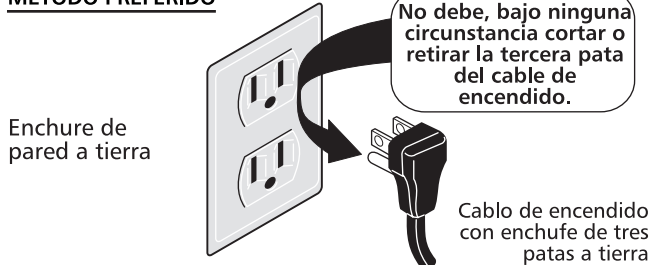

Figura 9
El cable de encendido de este artefacto incluye un enchufe de tres patas (a tierra) que calza con un enchufe de pared de tres patas de conexión a tierra (ver Figura 9) para disminuir la posibilidad de peligro de choques eléctricos desde el artefacto.
4. Ajuste bajo ("LO") ara la válvula de los quemadores de superficie (Figura 9)